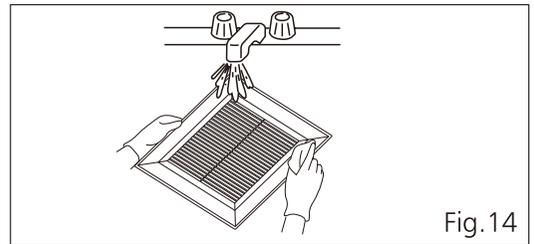

Fig. 14
2. Lave y limpie la rejilla. (No lo introduzca en agua caliente. Use detergente de cocina no abrasivo. Límpielo en seco con un paño limpio.) (Fig.14)